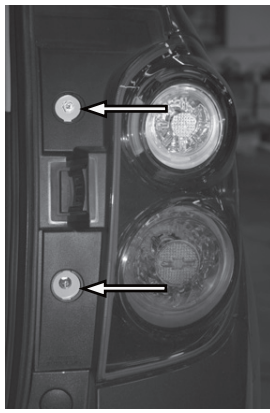

Fig.1
**2.** Open rear hatch and remove the two plastic covers to access the screws on the taillight assemblies on both sides. Using either a 10mm socket or phillips screwdriver remove the two screws on each taillight shown in **Figure 1**.
**2.** Hayon ouvrir et enlever les couvercles en plastique de deux à accéder aux vis des ensembles de feux arrière sur les deux côtés. L'utilisation d'un douille de 10 mm ou tournevis cruciforme en lever les deux vis de chaque feu arrière le montre la figure 1.